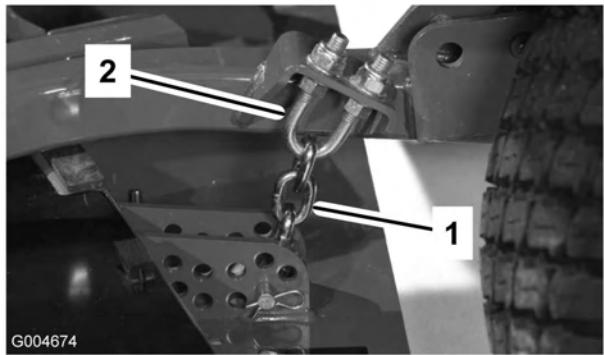

Figura 75
- Allentate i controdadi sulla parte superiore o inferiore del bullone a U della catena dell'altezza di taglio (Figura 75).